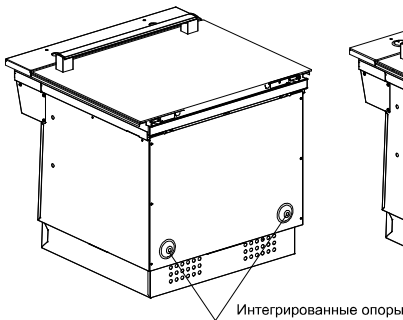
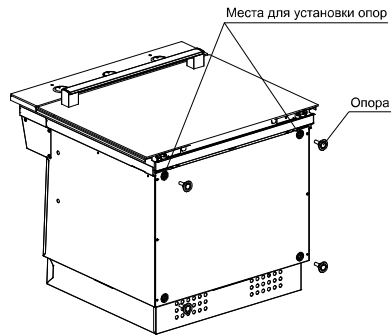

рис. 4
рис. 5
■ Жарочный шкаф может иметь один из двух вариантов конструкции: вариант конструкции с интегрированными опорами (см. рис.4) и вариант конструкции с резьбовыми опорами (см. рис.5)